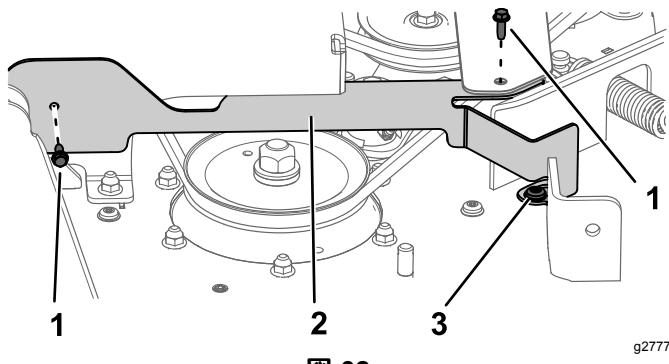

図 32
2. 機体右側で、ワッシャヘッドボルト $\frac{1}{4} \times \frac{3}{4}$ "を外してショルダーボルトをゆるめる図32。ガードを取り外す。